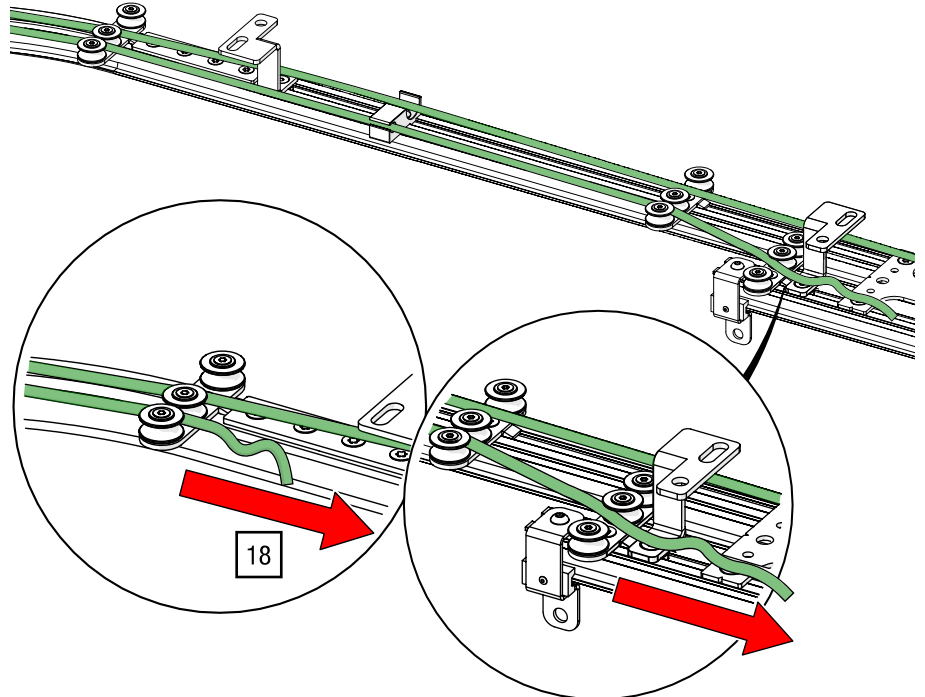

Abb. 99: Obenliegende Seilführung – Seilende durch Umlenkrollen zurück auf den ersten Schienenteil führen
18. Nur bei zweiläufigem Schienensystem: Führen Sie das Seilende durch die Führungsrollen zurück auf den ersten Schienenteil (siehe Abb. 99).